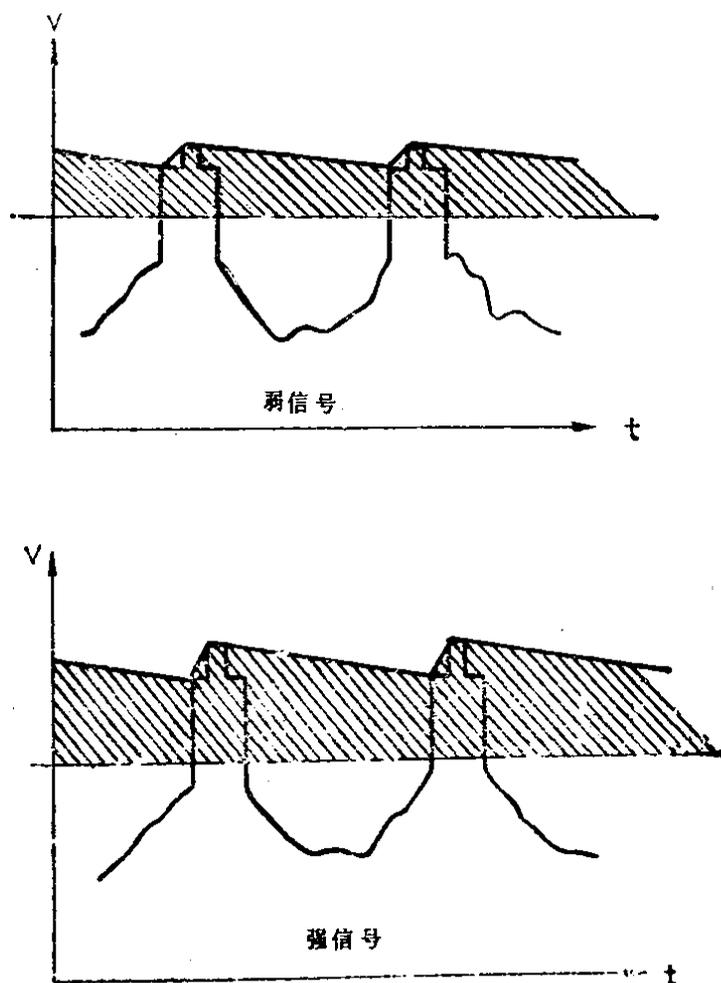

图1-4 AGC检波电压示意图
AGC控制电路由 Q_{66} 至 Q_{105} 及 Q_{133} 、 Q_{134} 、 Q_{135} 、 Q_{130} 组成的峰值检波电路，以及由 Q_{103} 至 Q_{122} 组成的直流放大电路构成。其工作波形如图1-4所示。它是根据同步脉冲的高度检出自动增益控制信号。信号场强比较大时，检出的电压也大，从而压低中放电路的增益；信号场强比较弱时，检出的电压就小，从而使中放电路的增益增大。AN5132的⑬、⑭脚上的 R_{106} 、 C_{109} 、 C_{110} 组成了峰值检波的检波负载和平滑整形电路。当信号增强到65分贝时，高放AGC控制电路开始动作，从而完成延迟控制功能。由于高放电路使用了场效应三极管，其